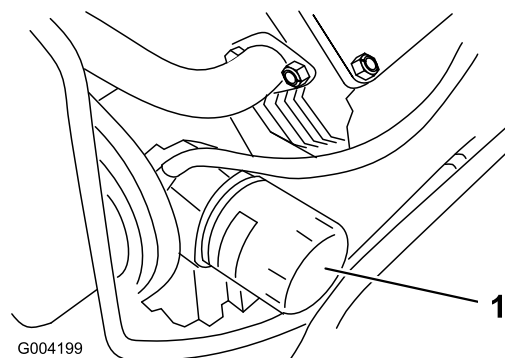

図 38
4. オイルフィルタ **図 38** を外し、フィルタのアダプタガasketの表面をきれいに拭く。